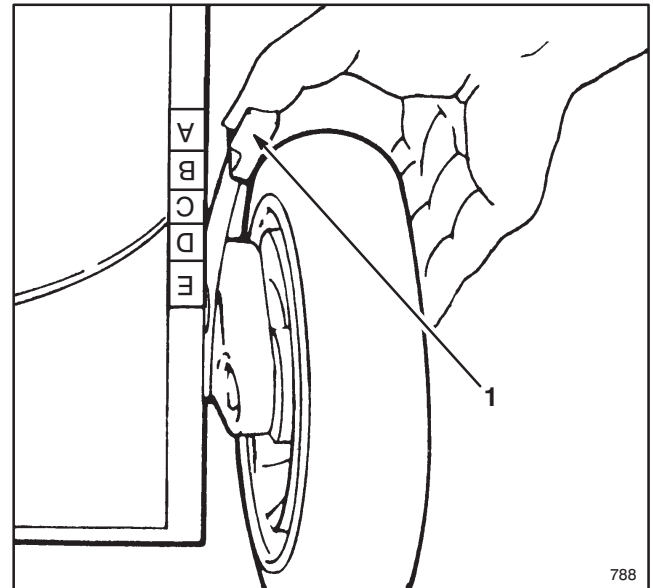

Abbildung 16
3. Den Schnitthöhen-Verstellhebel in Richtung Rad drücken und auf die entsprechende Farbe/Buchstabe am Mähergehäuse einstellen (Abb. 16). Um die Einstellung zu erleichtern, Gehäuse anheben, so daß das Rad nicht auf dem Boden aufliegt. **Beim Anheben keinesfalls mit den Händen unter das Gehäuse greifen.** Sicherstellen, daß der Stift auf dem Schnitthöhen-Verstellhebel in den im Gehäuse befindlichen Schlitz einrastet. Alle Räder auf die gleiche Höhe (Farbe/Buchstabe) einstellen.